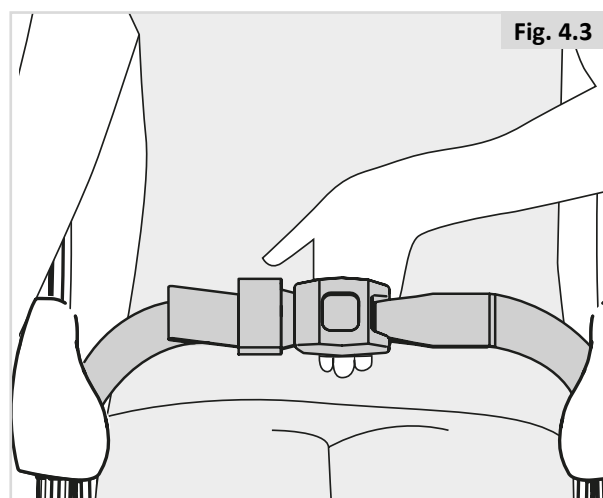

Fig. 4.3
- Ajuste la correa de posición adecuadamente, dejando un espacio de no más del ancho de una mano para más comodidad y seguridad (Fig. 4.3).